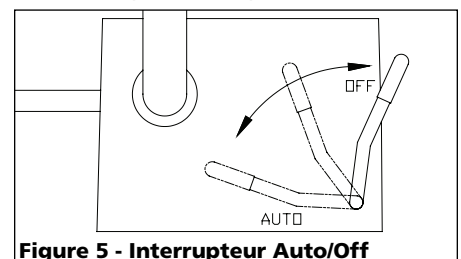

Figure 5 - Interrupteur Auto/Off
- **Manostat** - Interrupteur Auto/Off (Figure 5) – Dans la position **AUTO**, le compresseur se coupe automatiquement quand la pression du réservoir arrive à la pression maximale réglée d'avance. Dans la position **OFF**, le compresseur ne fonctionnera pas. Cet interrupteur devrait être dans la position **OFF** pendant le branchement ou le débranchement du cordon d'alimentation de la prise de courant ou pendant le changement d'outils pneumatiques.